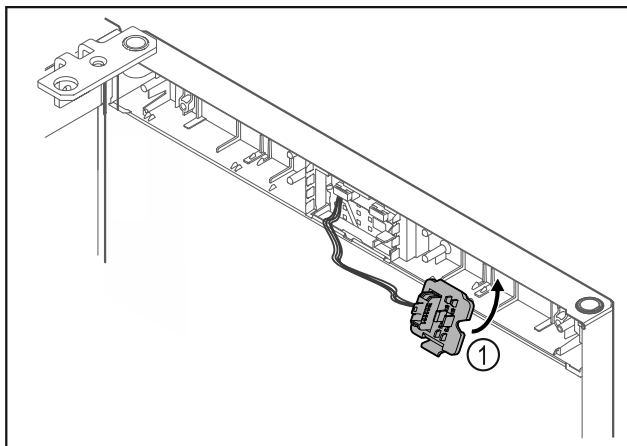

Fig. 21
- ▶ Steckerhouder Fig. 21 (1) aan tegenoverliggende zijde vergrendelen.